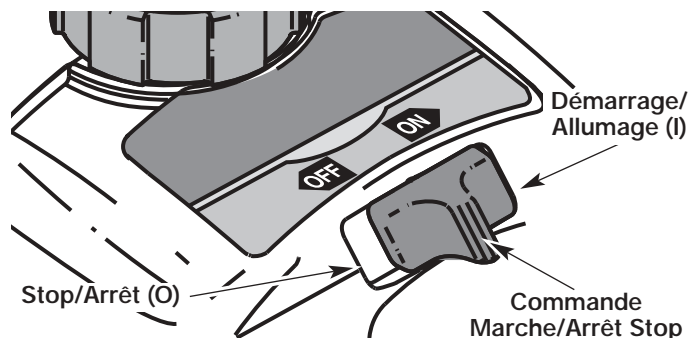
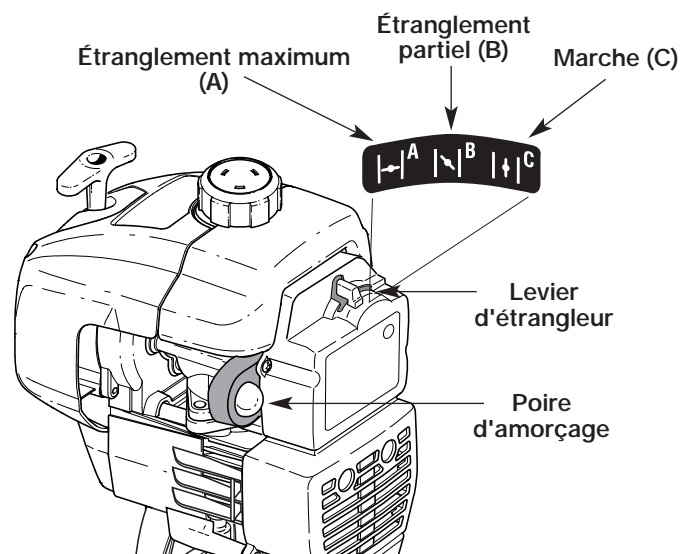

Fig. 6
Fig. 7
2. Mettez la commande Marche/Arrêt Stop en position **MARCHE (I)** (Fig. 6).
3. Enfoncez complètement la poire d'amorçage et relâchez-la lentement 10 fois de suite. Vous devriez voir du carburant dans la poire (Fig. 7). Si vous ne voyez rien, appuyez trois (3) fois de plus ou jusqu'à ce que le carburant apparaisse.
4. Mettez le levier d'étrangleur en position d'étranglement **MAXIMUM (A)**  (Fig. 7).
6. Mettez le levier d'étrangleur en position d'étranglement **PARTIEL (B)**  (Fig. 7).
REMARQUE: Si le moteur se noie durant le démarrage, placez le levier d'étrangleur en position **MARCHE (C)**  (Fig. 7). Appuyez sur la manette des gaz. Tirez rapidement sur la corde de démarrage. Le moteur devrait démarrer après 3 à 8 coups.
9. Appuyez sur la manette des gaz de 5 à 10 secondes pour réchauffer le moteur. Mettez le levier d'étrangleur en position **MARCHE (C)**  (Fig. 7).
REMARQUE: Il n'est pas nécessaire d'utiliser l'étrangleur pour démarrer un moteur chaud. Mettez la commande Marche/Arrêt Stop en position **MARCHE** (Fig. 6), puis démarrez en position d'étranglement **PARTIEL (B)**  (Fig. 7). Après le démarrage, placez le levier d'étrangleur en position **MARCHE (C)**  (Fig. 7).
2. Mettez la commande Marche/Arrêt Stop en position **ARRÊT (O)** (Fig. 6).